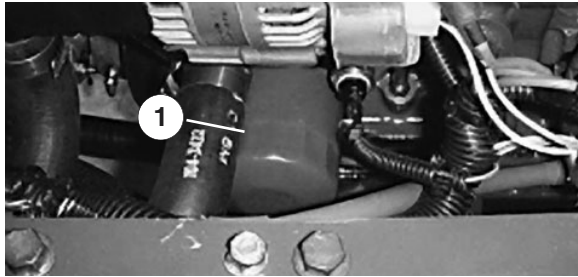

Figure 26
- Déposez et remplacez le filtre à huile (Fig. 26).